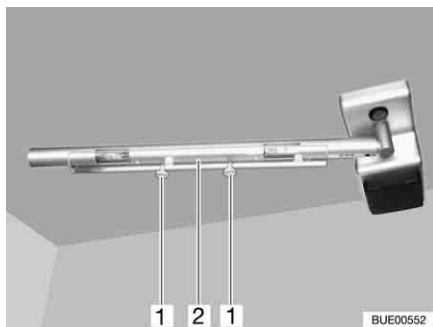

Bild 199 Kochstellenleuchte
- Rändelschrauben (Bild 199,1) lösen und Blende (Bild 199,2) abnehmen.